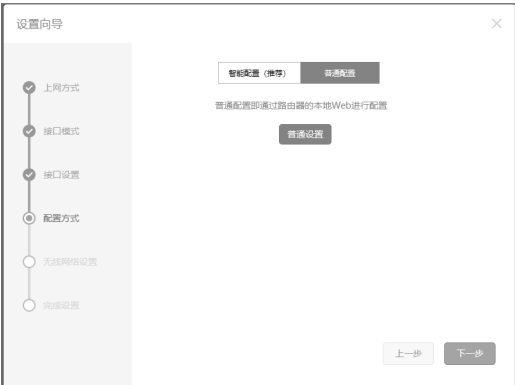

图4-5 配置方式设置
7. 进入配置方式选择，如图4-5所示，根据实际选择对应配置方式，点击“下一步”。